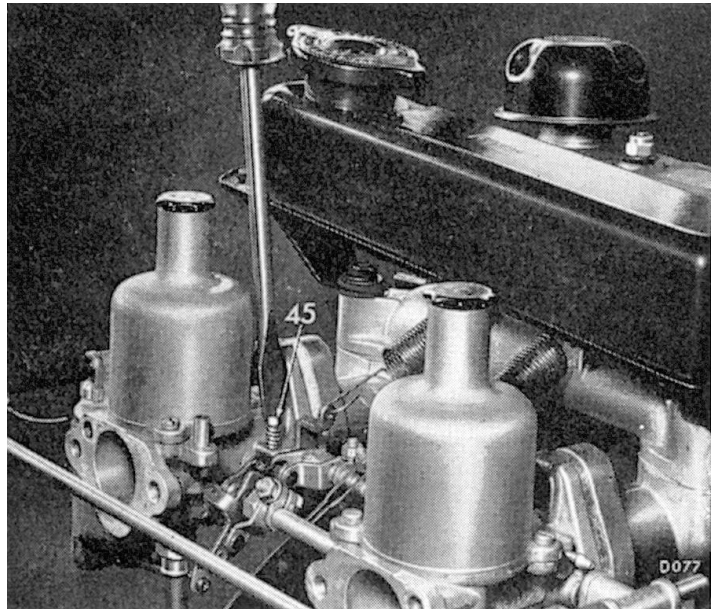
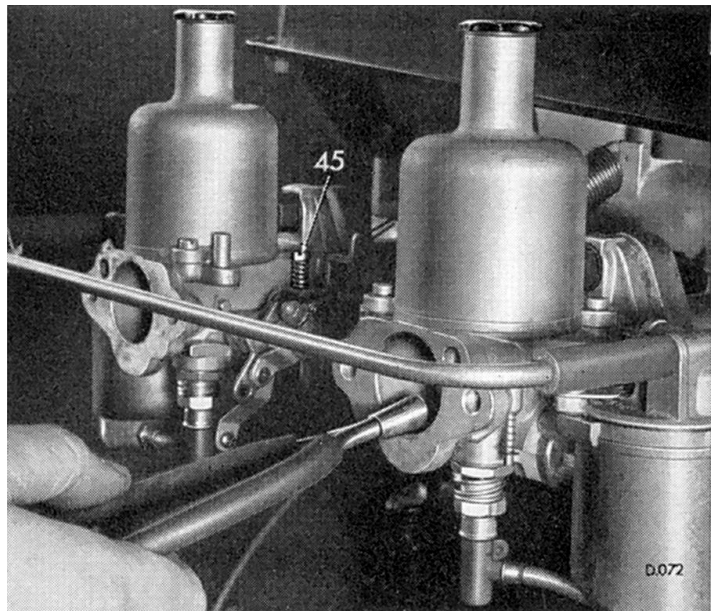

Fig. 20. Adjusting throttle stop screws
Fig. 21. Ecoute de l'aspiration de l'air à l'entrée des carburateurs
3. Mettre le moteur en marche et régler les vis de réglage du papillon (Fig. 20) pour obtenir le régime de ralenti désiré (environ 550 trs/m), en tournant les deux vis de manière égale. A l'aide d'un tube d'un diamètre intérieur d'environ 3 mm. (0,3"), écouter le sifflement à l'admission (Fig. 21) et ajuster les vis de réglage du papillon jusqu'à ce que l'intensité du bruit soit la même aux deux admissions. Les papillons seront ainsi synchronisés.